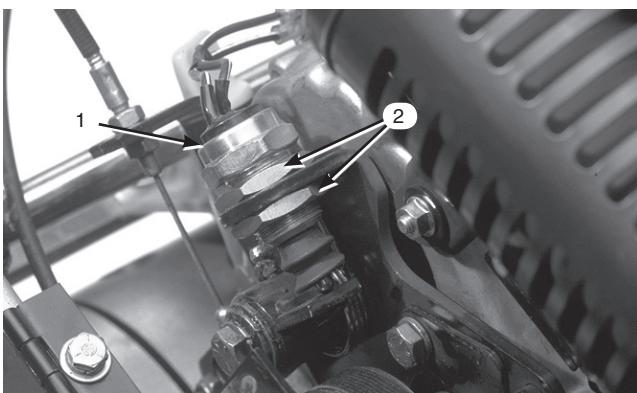

図44
- スイッチ固定ナット（2個：図44）をゆるめ、スイッチのプランジャが3～6 mm 押し込まれる（スイッチ閉）ようにスイッチ位置を調整する。